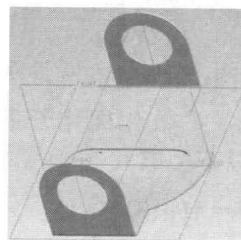

图2 钣金件造型
1) 产品钣金件造型。在Pro/E钣金件模块完成产品建模 (如图2所示);